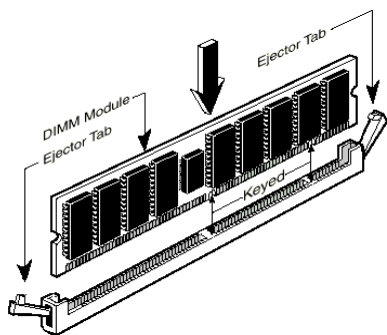

Abb. 2-6. Installation des Speichermoduls
- Schritt 5.** Setzen Sie das DIMM-Modul wie im Bild gezeigt in den Erweiterungssockel. Achten Sie darauf, wie das Modul im Sockel sitzt. Schauen Sie sich Abb. 2-6 für Details an. ***Dies versichert, daß das DIMM-Modul nur auf eine Weise in den Sockel eingesetzt werden kann.*** Drücken Sie das DIMM-Modul fest in den DIMM-Sockel, bis daß das Modul komplett im DIMM-Sockel sitzt.